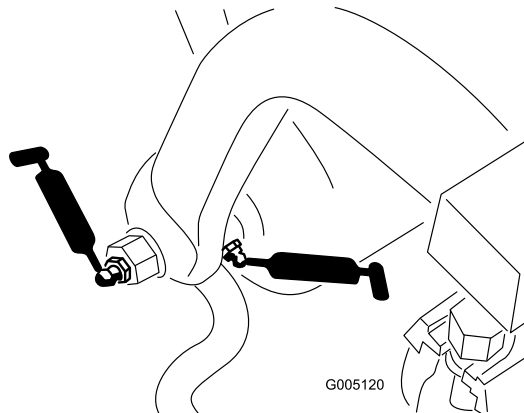

Bild 42
- Zugrahmenwelle und Rolle (12) (Bild 42)